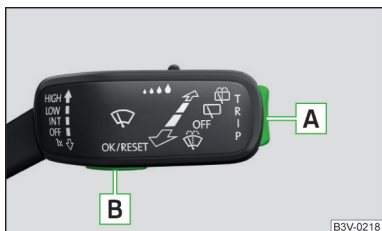
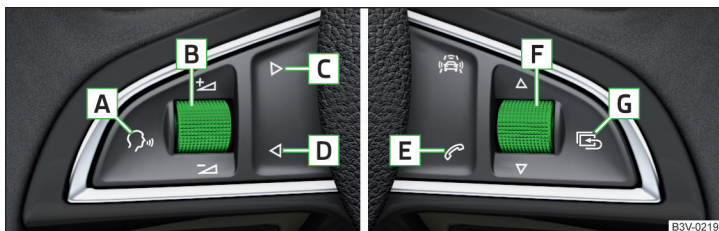

Fig. 29
Fig. 30 Tastele/roțițele: de la volanul multifuncțional
- › Apăsați mai lung tasta **A** de pe maneta de operare » fig. 29 la pagina 44.
- › Apăsați mai lung tasta **G** de pe volanul multifuncțional » fig. 30 la pagina 44.
Meniurile se pot opera de la taste de pe maneta de operare » fig. 29 la pagina 44, respectiv de pe volanul multifuncțional » fig. 30 la pagina 44
Prin rotirea în continuare a butonului de reglare **F** » fig. 30 la pagina 44 de la volanul multifuncțional se afișează meniul **Ultimele destinații**.
➤ Rotiți rotița **[F]** » **fig. 30 la pagina 44.**